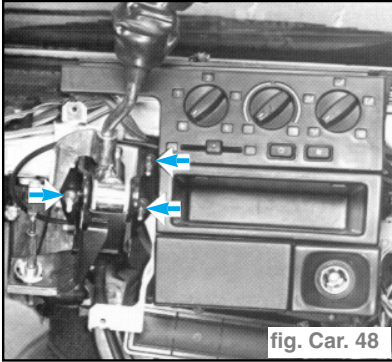

fig. Car. 48
- Déplacer le levier du support des câbles de sélection et enclenchement vitesses en agissant sur les écrous indiqués. (fig. Car. 48)